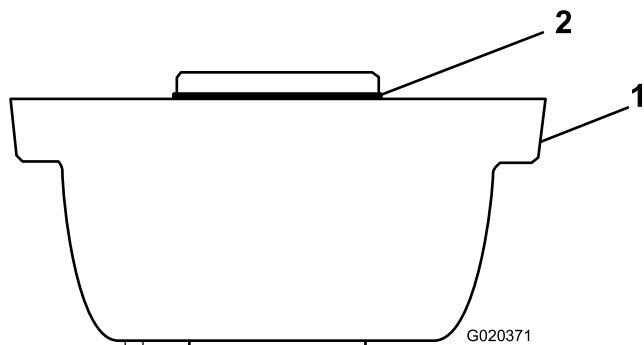
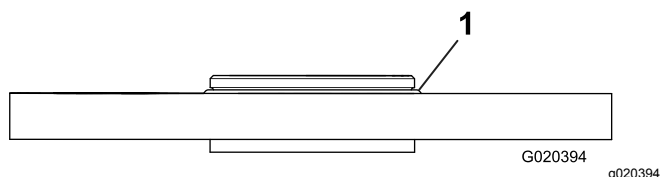

Figure 7
Figure 8
14. Vérifiez que le joint torique est bien en place sur le carter de la brosse de rouleau (Figure 7 et Figure 8).